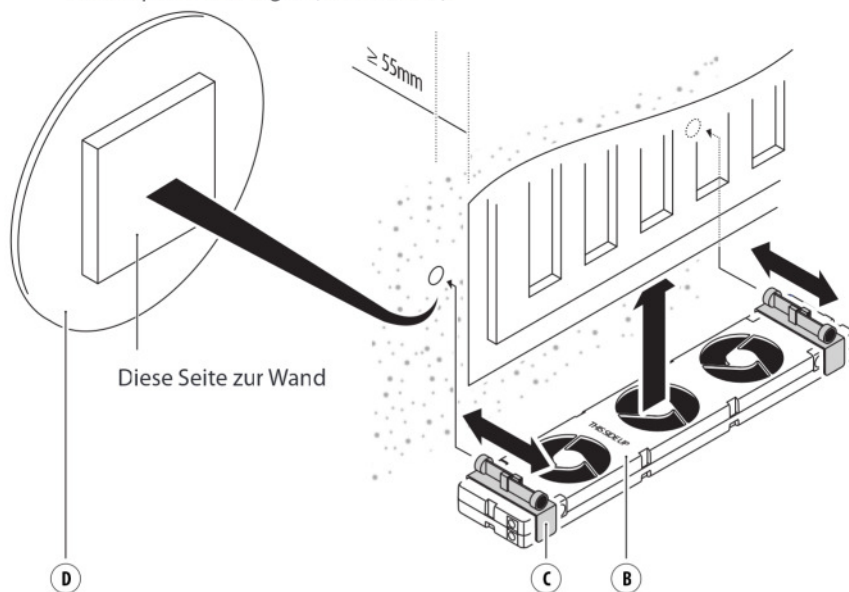

Abb. 7 - Anbringen des SpeedComfort (B_i) an der Wand und dem Einzelplatten-Heizkörper.
2. Wiederholen Sie die Schritte 1-7 wie für einen breiten Heizkörper. Befestigen Sie an den ermittelten Stellen die beiden **Metallplatten** (D1, D2) an der Wand. Verwenden Sie die **verstellbaren Magnete** (c1, c2, c3, c4) an den **Halteungen** (C1, C2), um den **SpeedComfort** (B1) an der Wand und dem Einzelplatten-Heizkörper anzubringen (siehe Abb. 7).